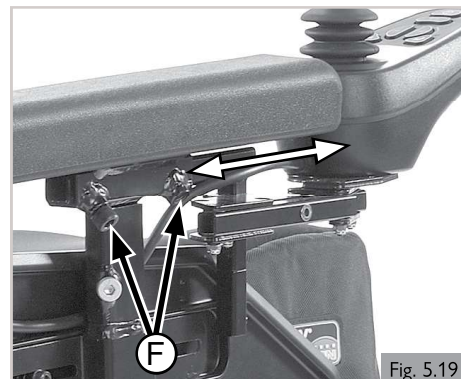

Fig. 5.19
5.9 Ajuste predefinido del mando (Fig. 5.19)